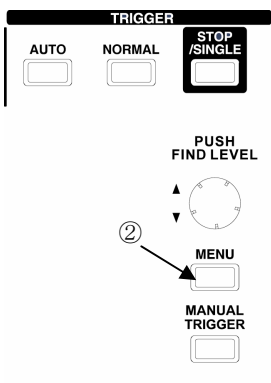

図 2.32 キー、ノブのレイアウト
2.8.3節で観測された波形を図 2.32 に示します。トリガの種類はエッジトリガで、トリガスロープは波形画面、または [Trigger（トリガ）] メニューで確認できます。
- ② 図 2.32 の②で [TRIGGER MENU] キーを押します。